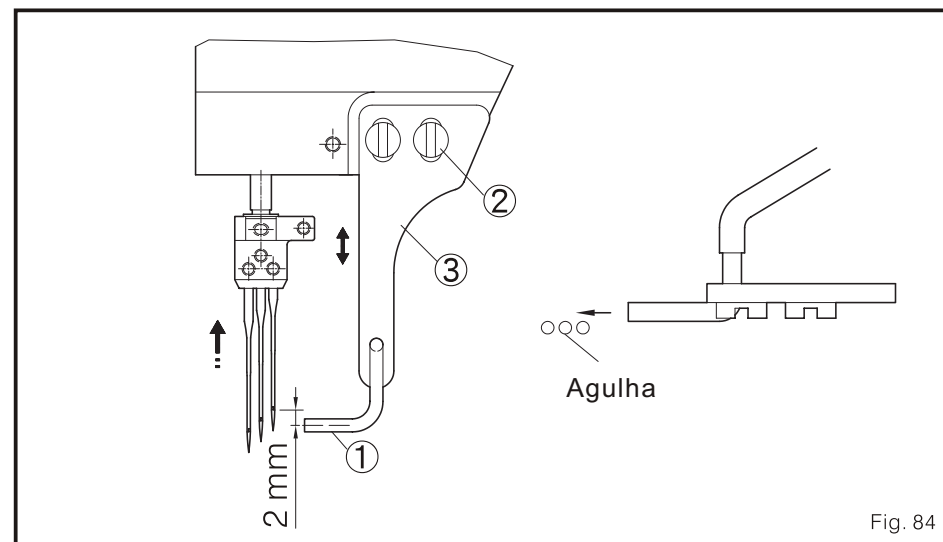

Fig. 84
1. Quando a agulha esteja no ponto morto superior, a posição vertical do nivelador de soprado de ar 1 está no centro na casa de botão 1.2mm, mais baixo no centro da casa do botão da agulha reta e também o mencionado nivelamento atrás da casa de botão da agulha (Fig. 84)